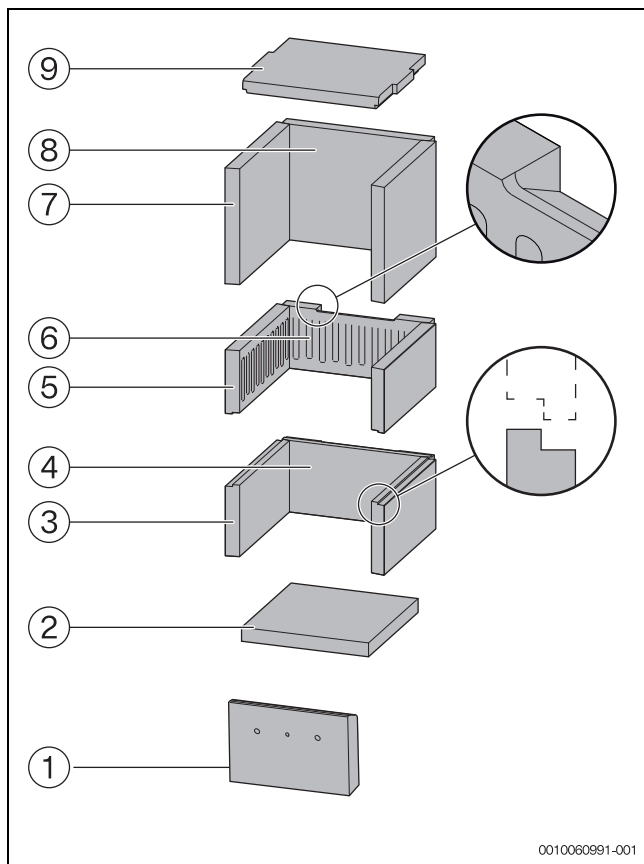

Bild 9 Feuerraumauskleidung
- ▶ Umlenkstein (→ Bild 9, [10]) anheben.
- ▶ Seitenstein Feuerraum oben (→ Bild 9, [8]) herausnehmen und außerhalb des Heizeinsatzes lagern.
- ▶ Umlenkstein (→ Bild 9, [10]) und Seitenstein Feuerraum oben (→ Bild 9, [8]) wieder einsetzen.